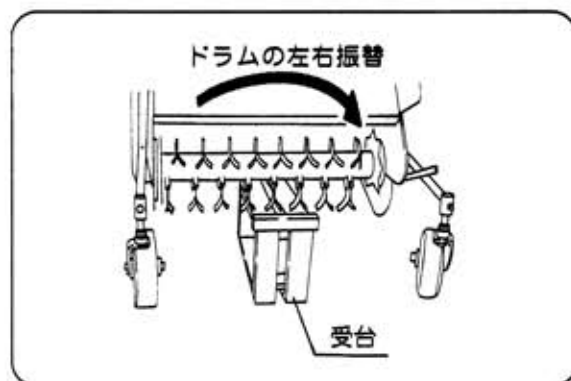

図51
- ⑤ 左右振替え後は分解の逆の順序で組付けてください。(図51)